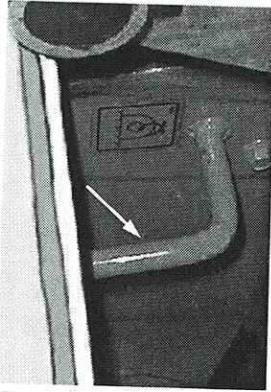
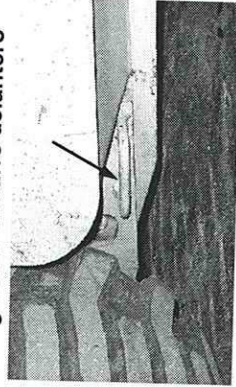

Figura 27 Amarre delantero
Figura 28 Amarre trasero
5. Sujete la cargadora al vehículo de remolque en los puntos de amarre indicados en las etiquetas de amarre (Figura 27 y Figura 28).